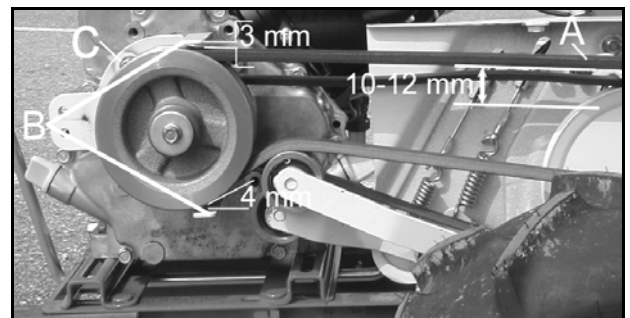

Bild 20
- Drücken sie mit dem Finger auf (A, Bild 20) Der Keilriemen muss sich 10 bis 12 mm bewegen. Wenn nicht stellen sie die Bowdenzüge passend ein.